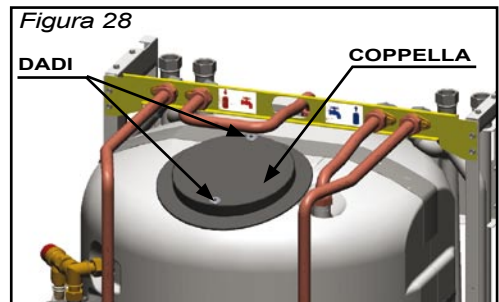

Figura 28
- 2) Rimuovere la coppella svitando i 2 dadi M8 esagono incassato (figura 28).